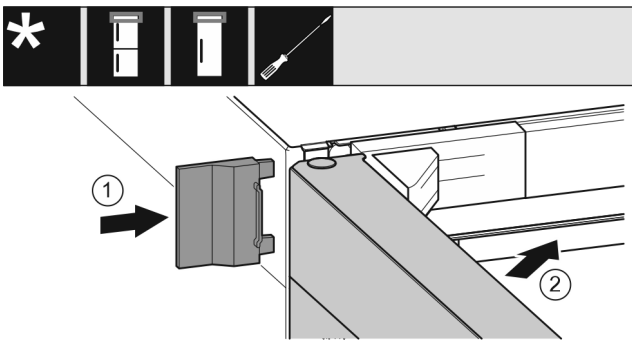

Fig. 23
- ▶ Надвиньте внешнюю крышку. Fig. 23 (1)
- ▶ Закройте верхнюю дверь. Fig. 23 (2)